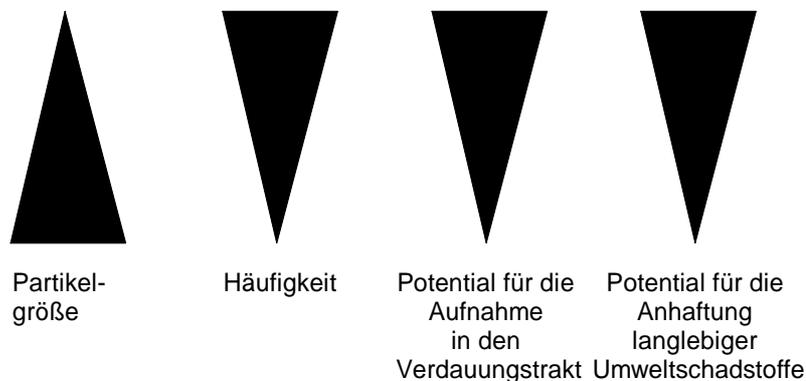

Abb. 2: Bedeutung von Mikroplastik für die Umwelt2
- 2.1 Begründen Sie mithilfe von Abbildung 2, weshalb kleine Kunststoffpartikel eine größere Umweltgefahr darstellen als große! [3 BE]